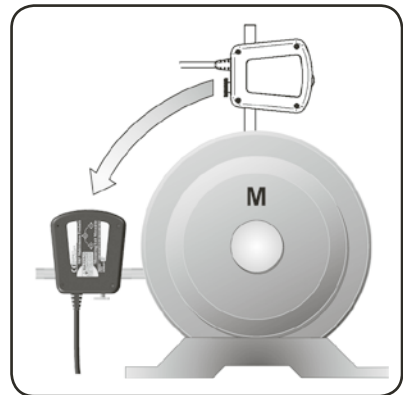

Fig. 17. Ställ enheterna i läge klockan 9
a) Ställ mätenheterna i läge klockan 9 med hjälp av libellerna (fig. 17).